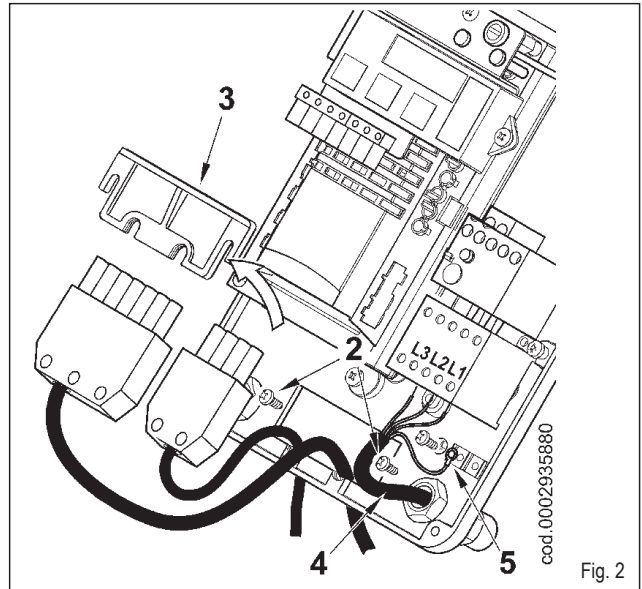

Fig. 2
- Открутите 4 винта (1), как показано на рисунке 1. Снимите крышку для получения доступа к щиту управления горелки.
- Ослабьте винты (2) для снятия зажимной пластинки проводов (3), проденьте через отверстие два указанных на рис. 2 разъема на 4 и 7 полюсов. Подсоедините к телевыключателю токоподводящие кабели (4), установите заземляющий кабель (5) и затяните соответствующий кабельный зажим. В однофазной горелке к телевыключателю подсоединяются только кабели L (фаза) и N (нейтраль), соответствующие позициям L1 и L3 на рис. 2
- Проверьте, что подвижная пластина 3 закреплена винтом 4. Это позволит по окончании операций по обслуживанию поместить узел смесителя в то же положение, на которое он был ранее отрегулирован. Открутите винт (5), фиксирующий выдвижную штангу узла к подвижной пластине (рисунок 2).